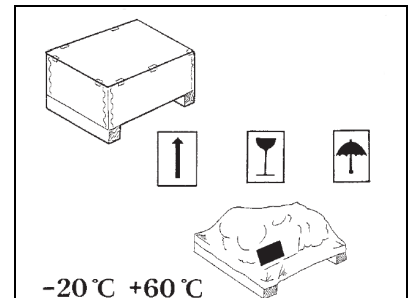

fig.10
- Gli imballi, quando necessario, possono riportare segnalazioni e pittogrammi che forniscono importanti informazioni riguardanti la movimentazione ed il trasporto (massa, punti di presa, informazioni per lo stoccaggio, ecc.) - (fig.10).